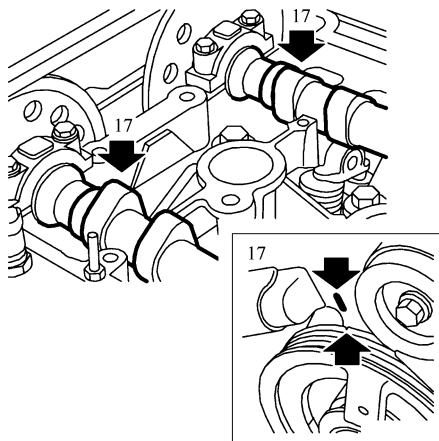

图 7-10 步骤 17) 操作示意图
17) 降下车辆, 沿发动机转动方向转动曲轴, 直至曲轴带轮上的标记对准正时盖上的标记, 如图 7-10 所示。